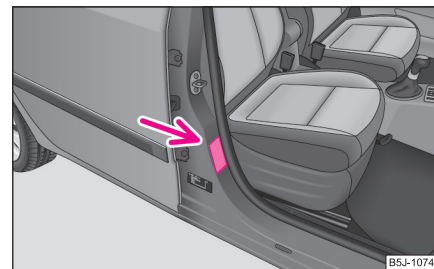

Abb. 147 Aufkleber an der mittleren Karoseriesäule auf der Beifahrerseite
- Auf diese Tatsache weist auch der Aufkleber hin, der sich an der mittleren Karoseriesäule auf der Beifahrerseite befindet ⇒ Abb. 147. Der Aufkleber ist nach dem Öffnen der Beifahrertür sichtbar. Für einige Länder ist der Aufkleber auch an der Sonnenblende des Beifahrers angebracht.